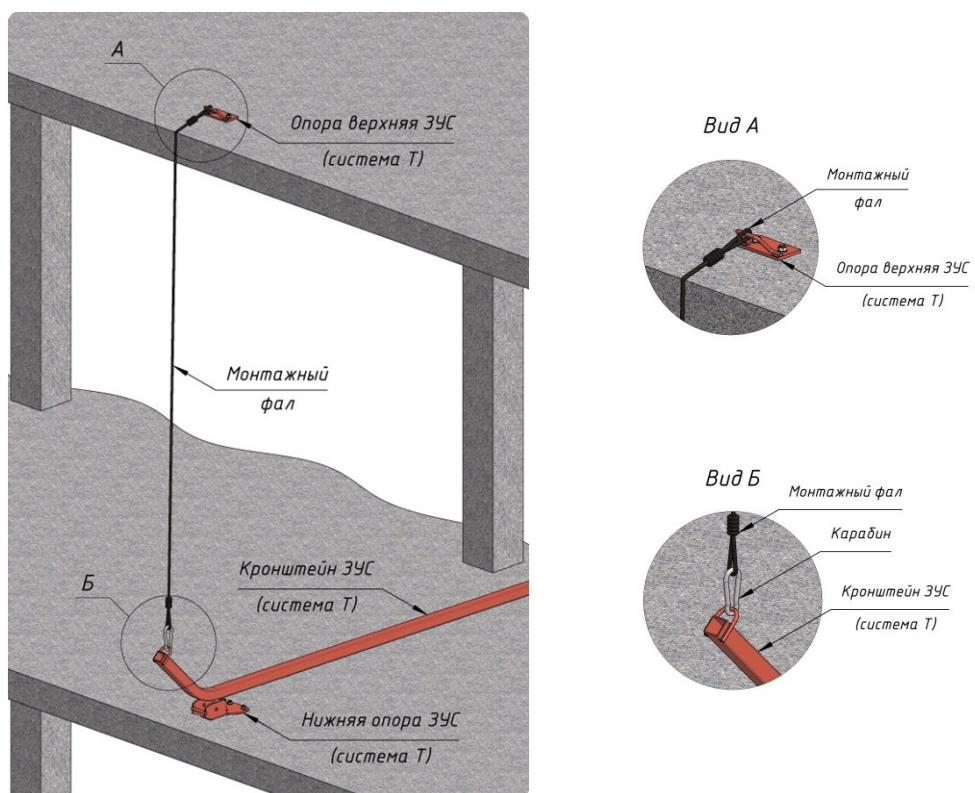

Рисунок 3
4. Закрепление монтажного фала за верхнюю опору, подача свободного конца фала на нижерасположенный этаж и крепление его за петлю кронштейна с помощью карабина (рис. 3).